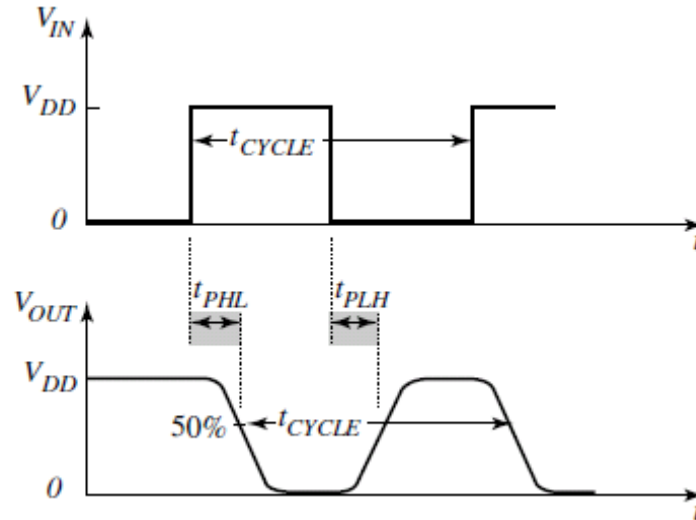

Figura 3. Retardos de propagación
- A continuación se medirán sobre esta gráfica los **tiempos de retardo  $t_{PLH}$  y  $t_{PHL}$** . Hay que medir entre el punto medio de los flancos de entrada y salida, tal como refleja la Figura 3. Se recomienda el uso de los **cursores**. Puede usarse el **cursor 1 para la señal de entrada** y el **cursor 2 para la señal de salida**. Para conseguir una mayor resolución con los cursores se pueden controlar con las flechas del teclado. En el caso del cursor 2 hay que mantener apretada la tecla Shift.